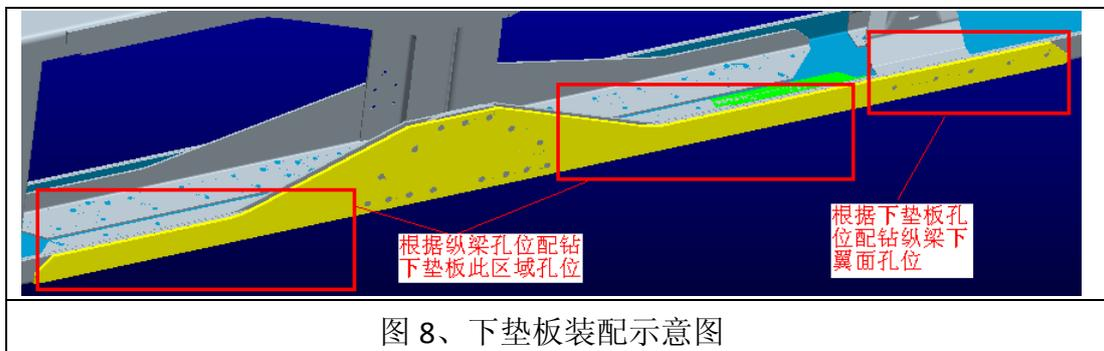

图 8、下垫板装配示意图
- i、按照下图所示装配下垫板，装配时保证平衡悬架孔位对齐，其余孔位根据纵梁下翼面孔位配钻，对于下垫板上已有的孔位，请根据下垫板孔位配钻纵梁下翼面孔位（图 8）。